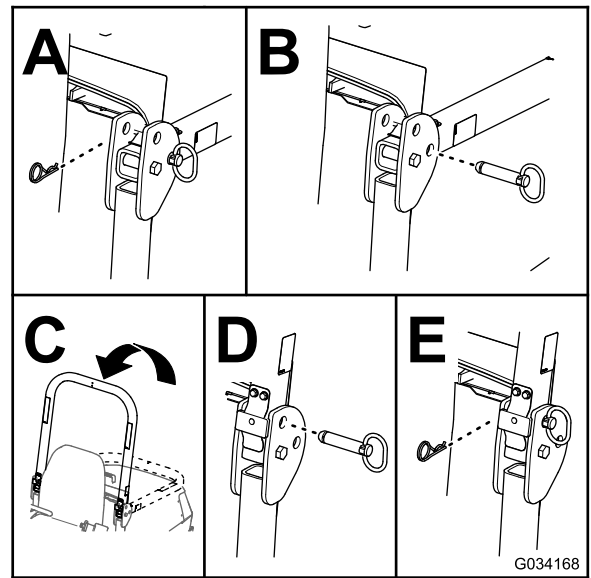

Figure 28
2. Retirez les goupilles fendues et les axes de l'arceau de sécurité (Figure 28).
3. Relevez l'arceau de sécurité et fixez-le en position avec les axes et les goupilles fendues (Figure 28).